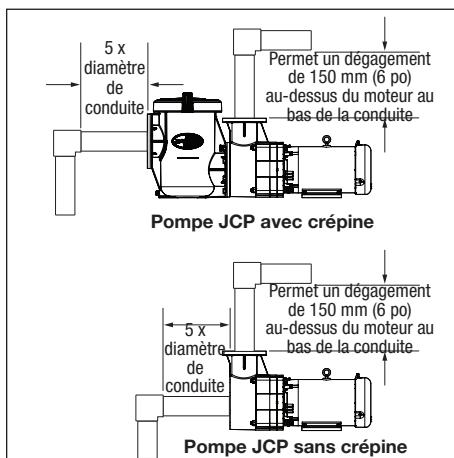

Figure 6. Dégagement de la tuyauterie Jandy JCP
4. Vérifier qu'une section de tuyau rectiligne, avec une longueur équivalant à cinq fois son diamètre, est installée entre le côté aspiration de la pompe et le premier coude. Reportez-vous à la Figure 6.